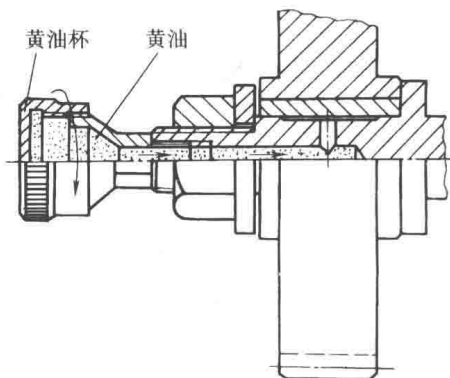

图 1-6 油脂杯润滑
⑥打开交换齿轮箱盖,在惰轮上的油脂杯内装入工业润滑脂,然后将杯盖向里旋进半圈,使润滑脂进入轴承套内,如图1-6所示。要求每周加油装满,每班则须将杯盖向里旋进一次。